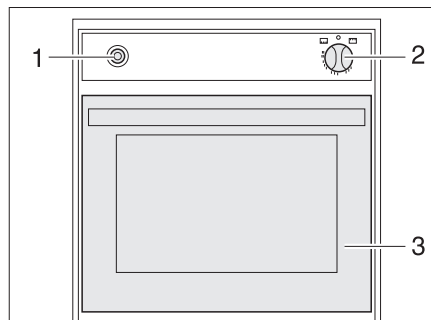

Fig. 314 Horno de gas (Spinflo)
- Abrir completamente la puerta del horno (Fig. 314,3).
- Presionar ligeramente el regulador giratorio (Fig. 314,2) y ponerlo en "🔥" (horno) o "GRILL" (grill).
- Presionar el regulador giratorio (Fig. 314,2) y mantenerlo presionado por 5 a 10 segundos. El gas fluye al quemador.
- Presionar el interruptor de encendido (Fig. 314,1) tantas veces como sean necesarias para que arda la llama.
- Girar el regulador giratorio (Fig. 314,2) a "O". La llama se apaga.